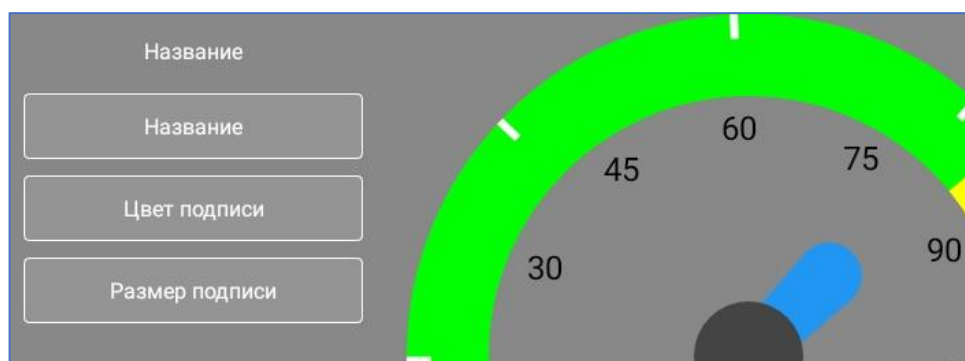

рис. 4.6. Группа настроек «Название»
- **Группа настроек «Название»** позволяет задать название – подпись индикатора на дашборде (рис. 4.6).